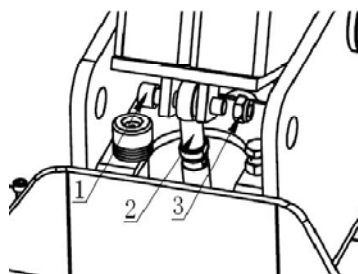

Рис. 8-5
3. Соедините колонну с цилиндром отклонения колонны: совместите отверстие (рис. 8-5, поз.2) на конце штока цилиндра с проушинами в нижней части колонны.
4. Используйте шестигранный ключ на 10, чтобы вставить болт М12х50 (рис. 8-5, поз.1) в проушину, как на рис. 8-5. Соедините колонну и шток цилиндра отклонения, затем зафиксируйте болт гайкой (рис. 8-5, поз.3).